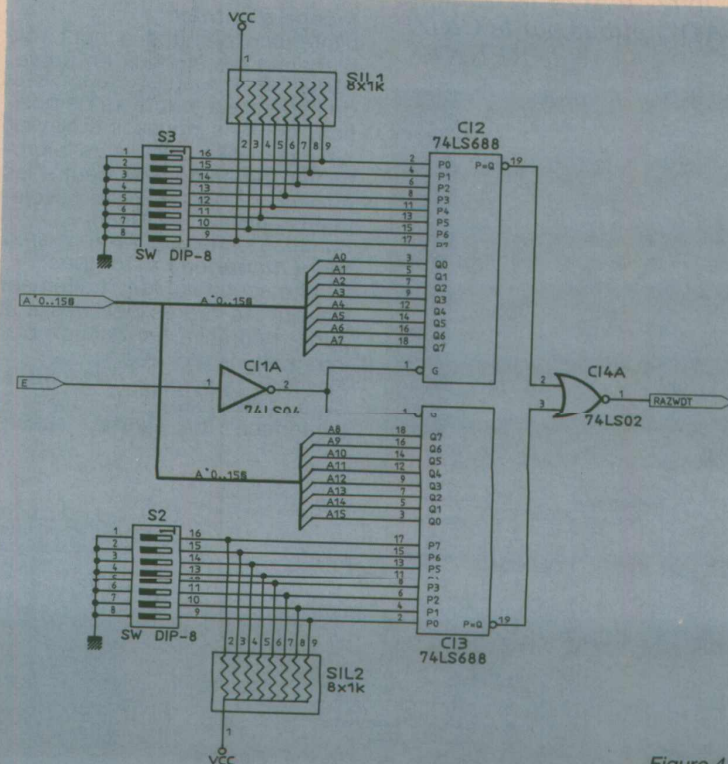

Figure 4
- Une feuille pour la fonction FS41 "Décodage d'adresse". (figure 4).